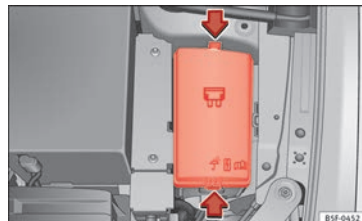

Fig. 203 No compartimento do motor: tampa da caixa de fusíveis.
- Pressione as patilhas de bloqueio para desbloquear a tampa da caixa de fusíveis » Fig. 203.